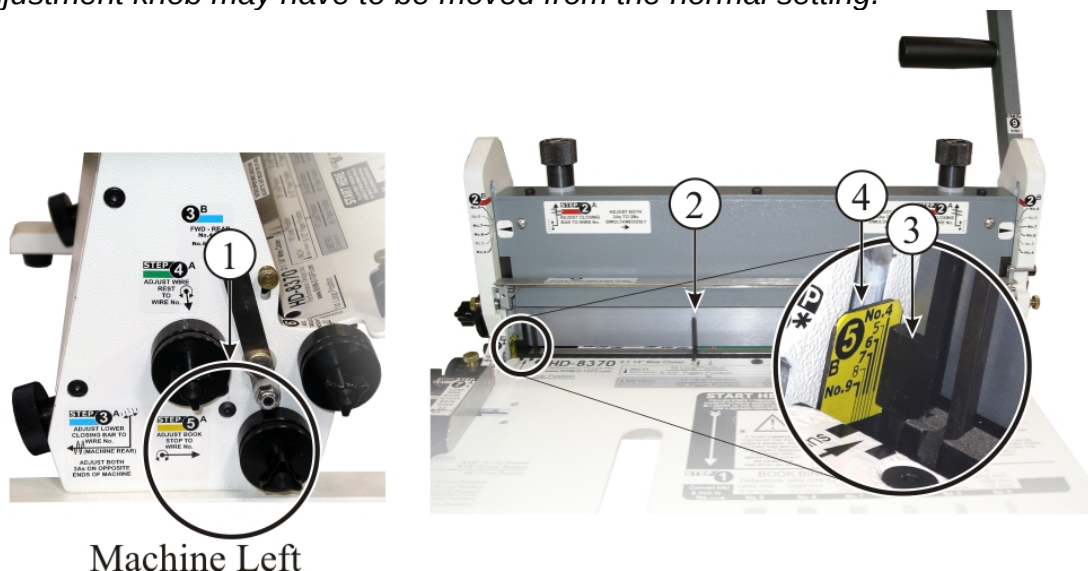

Fig. 5
**STEP 5A & 5B YELLOW, Adjust Book Stop:** See Figure 5.